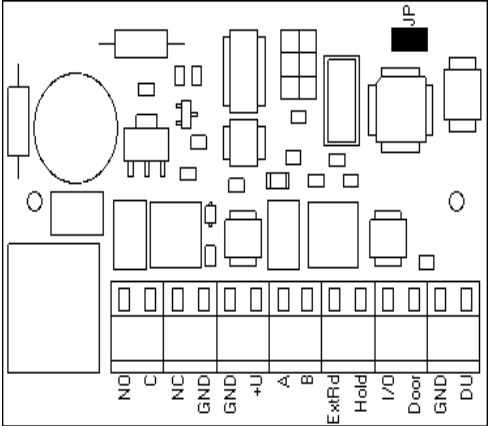

Рисунок 1
Ниже представлен внешний вид платы контроллера «Реверс М1 » (рисунок 1) и описание контактов, которое приведено в таблице 1. Контроллер имеет клеммные контакты для подключения периферийного оборудования и перемычку (JP), позволяющую включить (разомкнута) или выключить (замкнута) режим синхронизации.